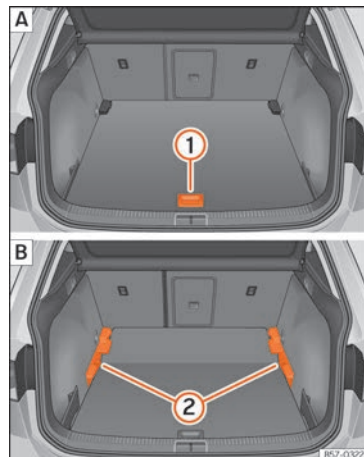

Fig. 171 Suelo variable del maletero: **A** posición alta; **B** posición baja.
- Para pasar de la posición baja a la alta, levante el piso por el asidero »» fig. 171 ①, tire de él hacia atrás hasta que la parte delantera del piso rebase totalmente los soportes ②.
- Haga desplazar sobre estos el piso hacia adelante hasta que haga tope en el respaldo de los asientos posteriores y, a continuación, baje el piso con el asidero ①.
- Para pasar de la posición alta a la baja, levante el piso por el asidero »» fig. 171 ①, tire de él hacia atrás hasta que la parte delantera del piso rebase totalmente los soportes ②.
- Deje caer la parte anterior contra el piso y empuje el piso hacia adelante hasta que haga tope en el respaldo de los asientos posteriores bajando al mismo tiempo el piso con el asidero ①.
- Con el suelo variable en posición alta, levántelo por el asidero »» fig. 171 ①, tire de él y empuje hacia el respaldo de los asientos posteriores hasta que se doble por la línea de bisagra y la parte móvil del piso repose sobre el mismo.
- Para pasar de la posición alta a la baja, levante el suelo variable por el asidero »» fig. 171 ① y tire de él hacia atrás un poco.
- Empuje el suelo variable hacia los asientos posteriores abatidos con el asidero ① haciendo un poco de presión hacia abajo para que la parte móvil del piso enrase con los respaldos de los asientos posteriores.